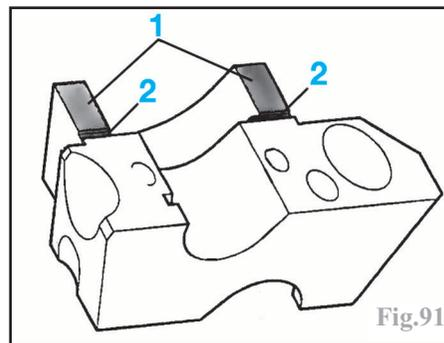

Fig.91
- appliquer sous les portées des chapeaux de paliers (1) n°1 et 5 une fine couche de
pâte d'étanchéité appropriée (par exemple AMV 174 004 01), en veillant à ce que le produit ne recouvre pas les gorges (2) (Fig.91).